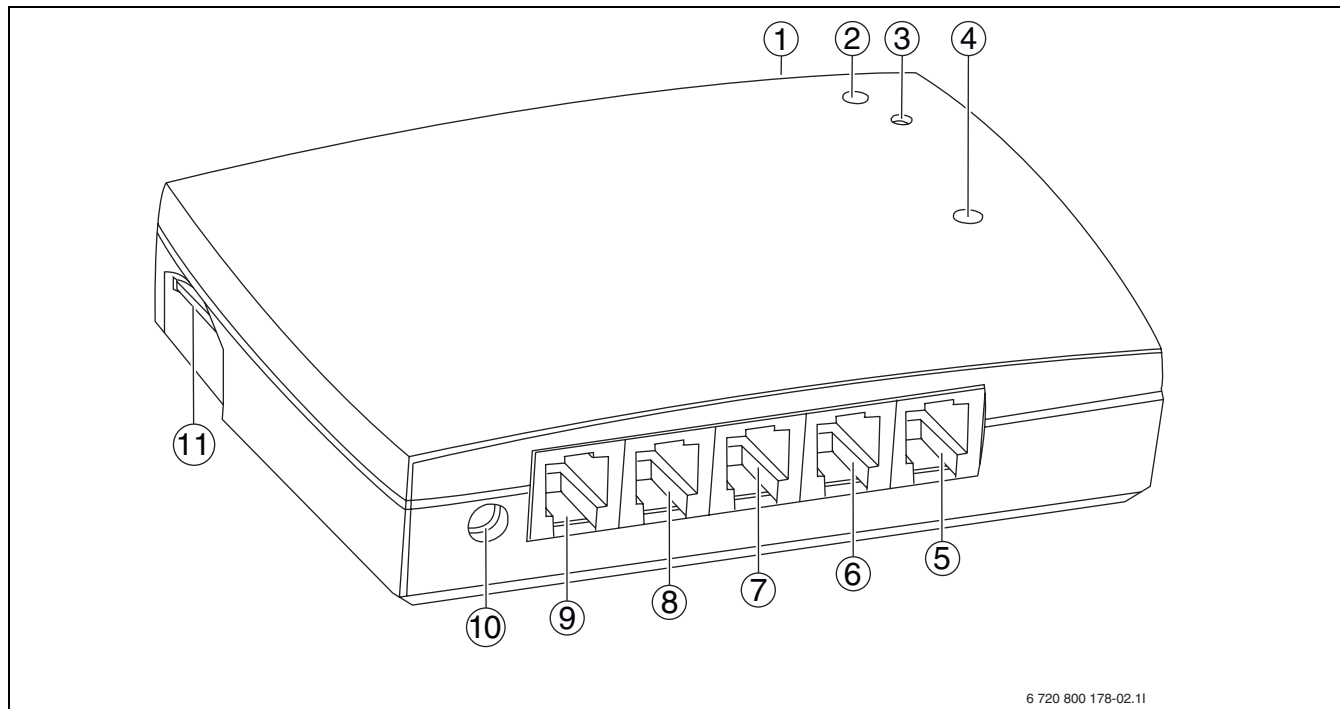

Bild 2 GSM Control Unit översikt
Den ena LED-lampan (→ [4] bild 2) på GSM Control Unit indikerar olika status för GSM Control Unit beroende på hur lampan blinkar. (→ Tab 1)
Då strömmen är ansluten tänds GSM Control Units gula LED-lampa (→ [4] Bild 2) tillfälligt för att därefter slockna.
- ▶ Tryck på anslutningsknappen (→ [3] Bild 2) på GSM Control Unit tills LED-lampan (→ [2] Bild 2) lyser grönt
Anslutningsknappen (→ [3] Bild 2) kan även användas för avstängning av GSM Control Unit.
- ▶ Tryck in knappen i 5 sekunder, LED-lampan (→ [2] Bild 2) lyser då rött, släpp knappen